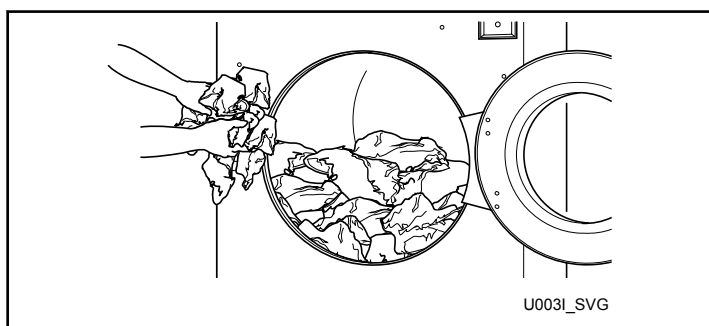

Abbildung 53
3. Die Maschine nach Möglichkeit stets bis zur Kapazität befüllen. NICHT ÜBERFÜLLEN. Siehe *Abbildung 53*.